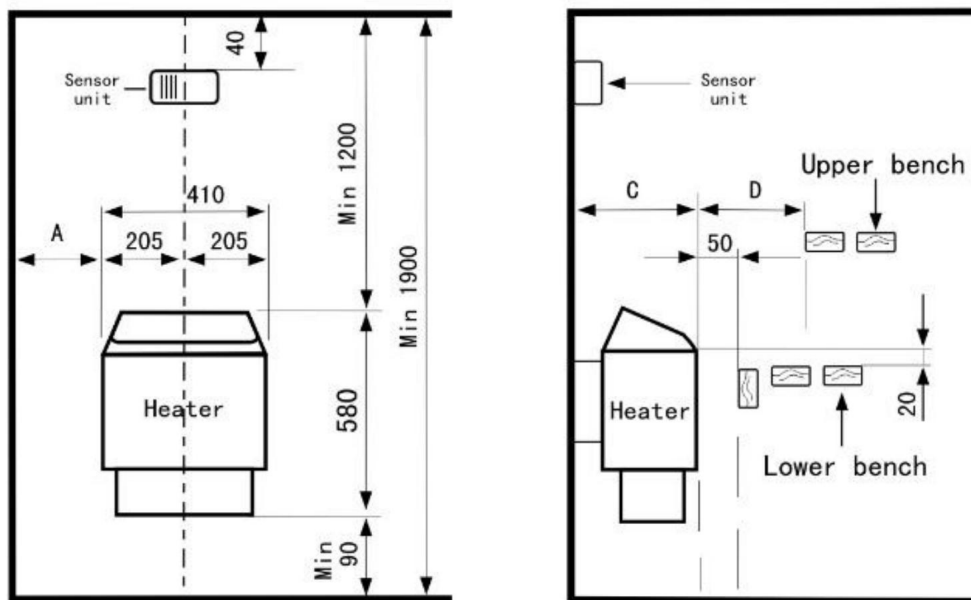

Abb. 3
zu den folgenden Diagrammen. (Siehe Abb. 3 und Abb. 4)
2. Befestigen Sie die Platine mit Bolzen an der Wand direkt über den Saunaofen. Siehe Diagramm für Mindestabstand (siehe Abb. 3).
Das Bedienfeld ist spritzwassergeschützt und kann an einem trockenen Ort in der Nähe der Sauna installiert werden. Die Temperatursensoreinheit muss an der Wand im Inneren der Sauna installiert werden. Bitte beachten Sie bei der Installation den Mindestsicherheitsabstand zum Saunaofen (siehe Abb. 3), der im Installationsdiagramm enthalten ist. Bei Nichtbeachtung kann es zu Verbrennungen an der Holzwand kommen.